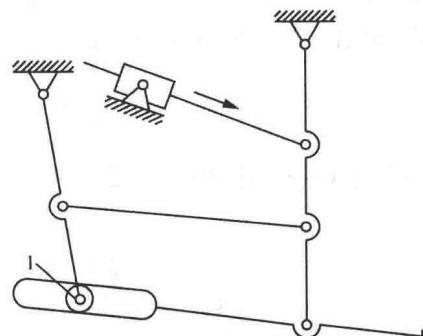

图 1-2-10 平炉渣口堵塞机构
(2) 图 1-2-10 中，滚子 1 有一个局部自由度，则该机构的自由度为